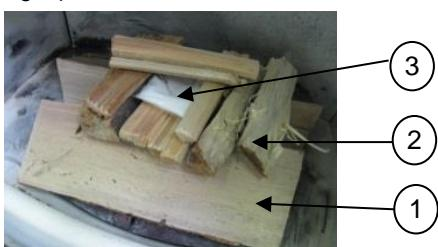

Fig. 4: Accensione
Sistematate in diagonale 2 -3 ceppi di legna (peso totale ca. 1,3 kg) sul fondo della camera di combustione, ad una distanza sufficiente l'uno dall'altro (minimo 2 cm) (1). Distribuite sopra di essi ca. 0,5 kg di trucioli di legno dolce (2) infine posizionate l'accendi-fuoco e accendete (3). (vedi fig. 4)